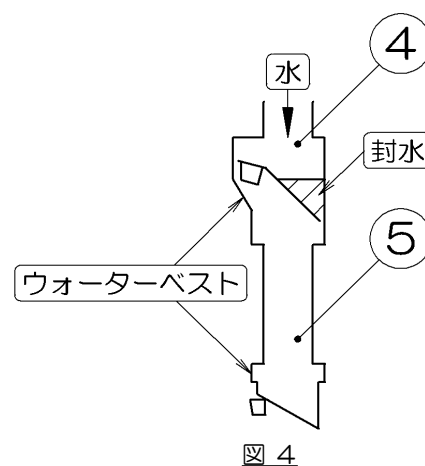

図 4
ウォーターベストが、同一配管内で二重にあって、上流ウォーターベストの一次側（図4④）がマイナス圧の場合には一次側に封水がたまります。
上流ウォーターベストと下流ウォーターベストの間（図4⑤）は、上流ウォーターベスト一次側の圧力の影響を受けずに常に大気圧が保たれて、下流ウォーターベストのダンパは開閉するためダブルトラップにはなりません。